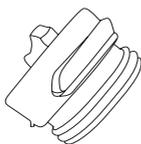

Рис. 6
- Проверьте, установлена ли сервисная заглушка мембранного модуля (рис. 6, 7) в коллекторе 2 (табл. 1). Если нет – установите. Установите фильтрующий модуль Pro 1 в коллектор 1 (табл. 1).